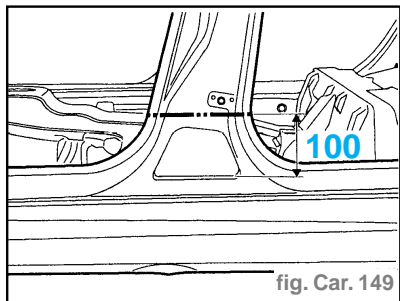

fig. Car. 149
- Tracer puis découper à l'aide d'une meule épaisseur 1 mm (coupe provisoire) (fig. Car. 149).